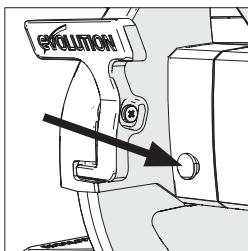
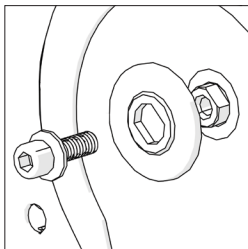
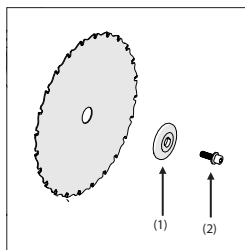

Fig. 26
Fig. 27
Fig. 30
⚠ Advertencia: El tornillo del husillo tiene una rosca a izquierda. Gire en sentido horario para aflojarlo. Gire en sentido antihorario para apretarlo. Presione y mantenga presionado el botón de bloqueo del husillo en la carcasa del motor mientras gira el tornillo del husillo usando la llave hexagonal suministrada hasta que el botón se coloque completamente en el husillo y lo bloquee (**Fig. 26**). Continúe extrayendo el tornillo del husillo y la brida exterior de la hoja de sierra (**Fig. 27**).
Nota: Los dientes de la hoja de sierra deben siempre apuntar hacia abajo en la parte delantera de la sierra ingletadora. Instale la brida exterior (1) (con la cara plana sobre la herramienta) y el tornillo del husillo (2) (**Fig. 30**). Presione y mantenga presionado el botón de bloqueo del husillo en la carcasa del motor mientras aprieta el tornillo del husillo usando la llave hexagonal suministrada hasta que el botón se coloque completamente en el husillo y bloquee el husillo (**Fig. 26**). Apriete el tornillo del husillo con una fuerza moderada, pero no apriete excesivamente. Asegúrese de retirar la llave hexagonal y de que el botón de bloqueo del husillo se haya soltado antes de poner la herramienta en funcionamiento. Asegúrese de que la protección de la hoja esté completamente operativa antes de usar la herramienta.